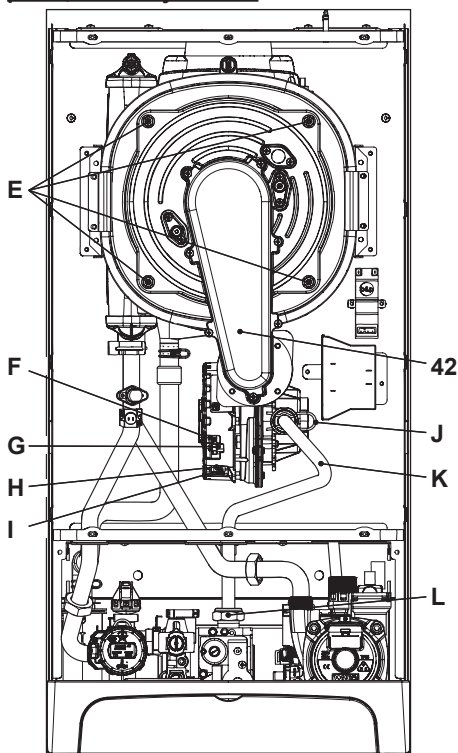

Рисунок 9.7
Чтобы удалить узел горелки вентилятора 42, см. Рисунок 9.7.
- Вставьте плоскую отвертку в выемку **I** соединителя **H** и действуйте ею как рычагом в направлении вниз, одновременно отсоединив соединитель **H**, извлеките его спереди (Рисунок 9.7).
- Отсоедините соединитель вентилятора **F**, нажав на пластмассовый крючок **G**, расположенный в нижней части соединителя (Рисунок 9.7).
- Отвинтите гайки **E** и извлеките узел горелки вентилятора 42 (Рисунок 9.7).